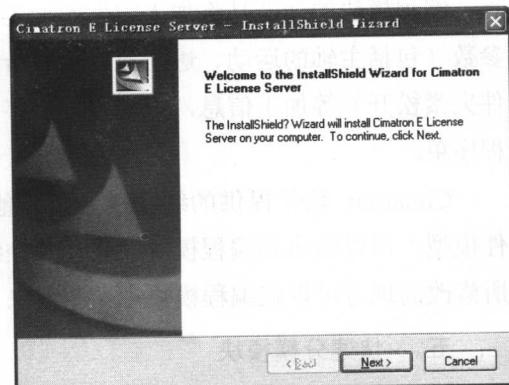

图1-2
2. 选择【Cimatron E】选项，出现如图 1-2 所示的 Cimatron E License Server – InstallShield Wizard 界面。